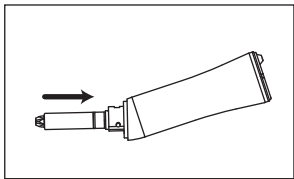

Fig. 9
- 1) Insérez l'arbre de commande jusqu'à ce qu'il entre en contact avec la lime. (Fig.9)